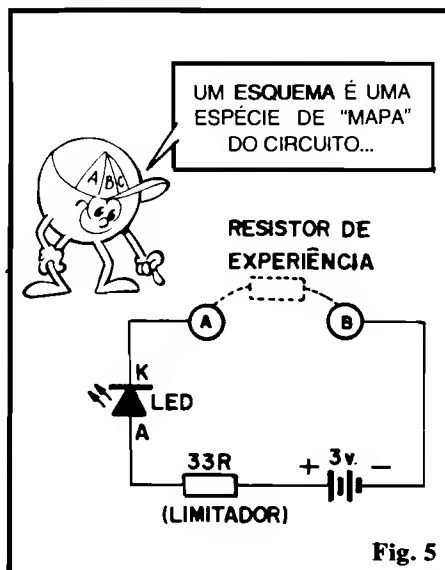
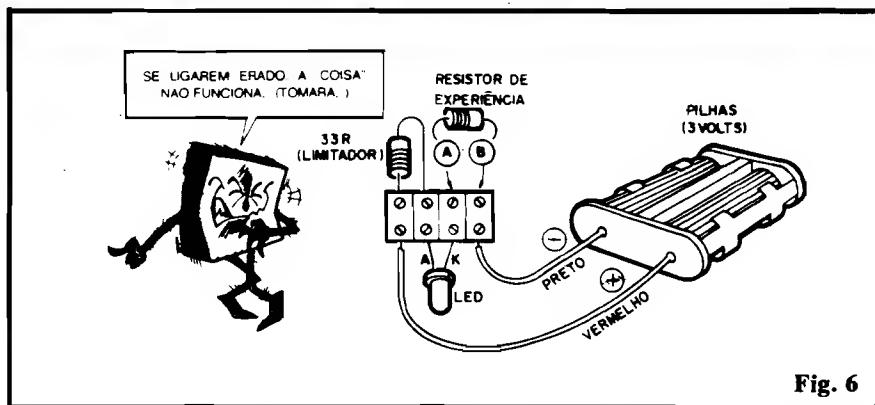

Fig. 5
Fig. 6
- FIG. 5 - Mostra o esquema básico do circuito para as experiências (em essência, é o **mesmo** utilizado para comprovação da Lei de Ohm). Conforme já foi dito, um “esquema” nada mais é do que a “representação” simbólica, em diagrama estilizado, dos componentes reais, e das suas ligações (ou seja: um “mapa” do circuito...). Vocês **já sabem** os símbolos esquemáticos utilizados para representação do LED, do resistor e das pilhas... Observem cuidadosamente o diagrama, identificando cada peça e a ordem e posição em que são interligados...
- FIG. 6 - "Chapeado" da experiência. Compare-a com o esquema (fig. 5) para fazer um "treinamento" de interpretação. Observe com muita atenção, durante a ligação dos componentes, a **polaridade** da alimentação (pilhas), sempre com o fio **vermelho** do suporte referindo-se ao **positivo** e o fio **preto** ao **negativo**. Atenção também à correta identificação dos terminais do LED ("K" é o mais curto, e que sai da peça ao lado de um pequeno chanfro; "A" é o mais longo...). Notar que o resistor de 33R (laranja-laranja-preto) é "fixo", funcionando como "limitador final" para a corrente entregue ao LED. Já o "resistor de experiência" pode ter seu valor variado, **sempre** ligando-o aos segmentos (A) e (B) da barra "Sindal".
Quem não "desmontou" o núcleo da experiência mostrada na fig. 6 pode, facilmente, comprovar a ação do potenciômetro: basta pegar um componente com o valor nominal de 10K, ligar seus terminais 2 e 3 aos segmentos (A) e (B) da barra "Sindal" (fig. 6), girar o eixo do potenciômetro totalmente para a direita (lentamente), ou levar o cursor do potenciômetro deslizante, todo para uma extremidade e todo para a outra (lentamente), observando a variação no brilho do LED (que, como sabemos, indica proporcionalmente a **CORRENTE** no circuito, que é proporcional à **RESISTÊNCIA** oferecida pelo componente...